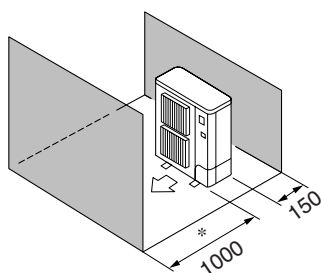

Fig. 2-6
- ⑤ Kun forhindringer foran og bagved (Fig. 2-6)